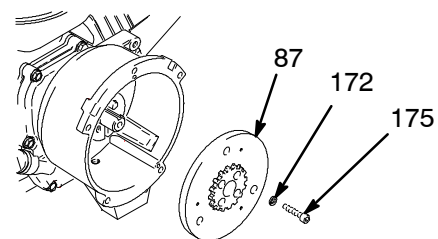

Fig. 7
9. Fig. 7. Använd en slagnyckel eller kila in något mellan kopplingsarmaturen (87) och kopplingshuset så att motoraxeln låses under demonteringen.
10. Skruva bort fyra skruvar (175) och låsbrickor (172).
11. Ta bort armaturen (87).